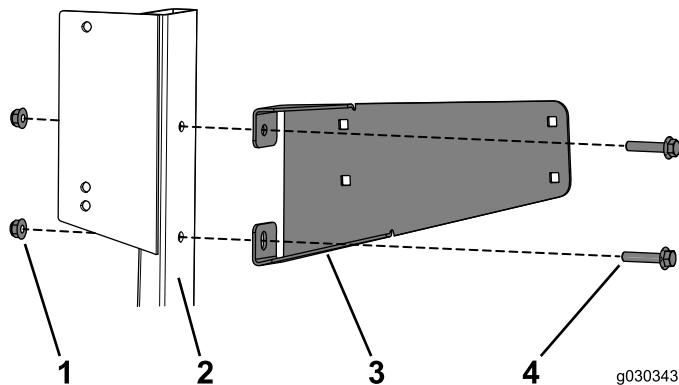

Figura 30
1. Fije el soporte del depósito al soporte del tubo en el compartimento del motor usando 2 pernos con arandela prensada (5/16" x 1½") y 2 tuercas con arandela prensada (Figura 30).